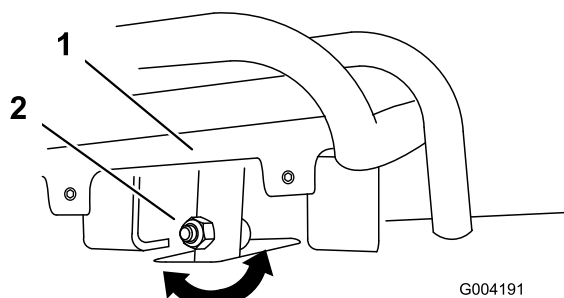
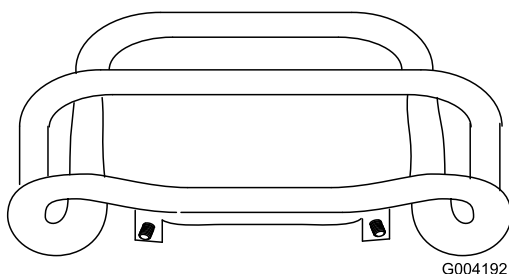

Figura 54
Figura 55
4. Se la parte anteriore del comando della trazione non rimane diritta e a filo con la barra di riferimento, allentate il dado flangiato e imbullonate lo stelo del comando della trazione (Figura 54).
5. Regolate il comando della trazione in modo che rimanga a filo con la barra di riferimento quando viene tirato all'indietro (Figura 54 e Figura 55).
- C. Allentate il dado flangiato e il bullone nello stelo del comando della trazione (Figura 54).
- I. Regolate il comando della trazione in modo che rimanga a filo con la barra di riferimento quando viene tirato all'indietro (Figura 54 e Figura 55).